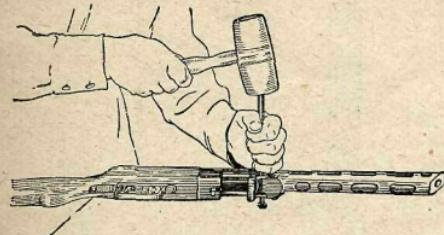

Рис. 37. Как выбить разрезную чеку
**3. Отделить ствольную коробку со стволовом.** Положить автомат на специальную подставку или на край стола правой стороной вверх, выколоткой выбить разрезную чеку соединительной оси (рис. 37), затем повернуть автомат левой стороной вверх, той же выколоткой выбить